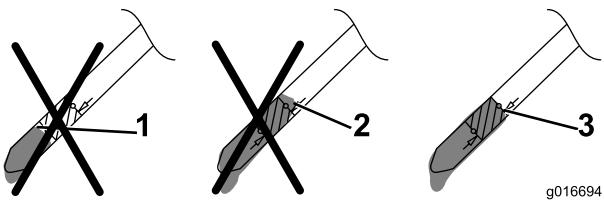

Figure 13
5. Observez le niveau d'huile indiqué par la jauge (Figure 13).
- Si le niveau n'atteint pas le bon niveau, versez lentement une petite quantité d'huile dans le goulot de remplissage, attendez 3 minutes puis répétez les opérations 3 à 5 jusqu'à ce que le niveau d'huile soit correct, comme montré à la Figure 13.